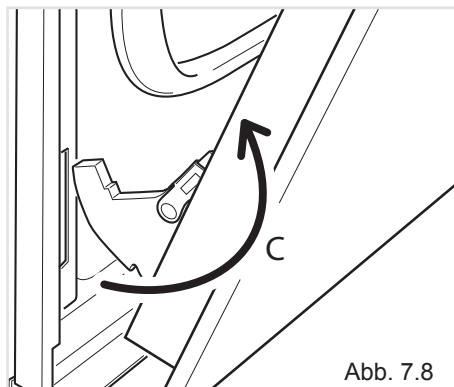

Abb. 7.8
- Das Bajonett der Scharniere ebenfalls aus dem Sitz nehmen (Abb. 7.8)